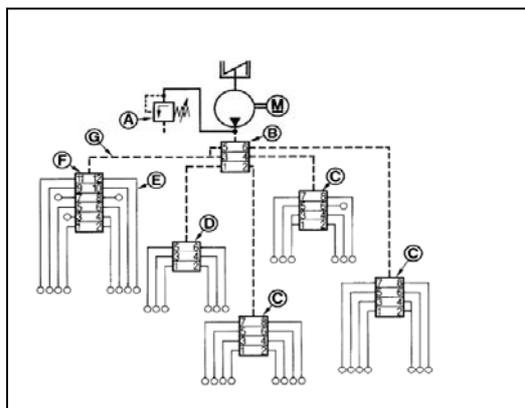

Рис.14 Прогрессивная система
- * Основной распределитель (B, Рис.14) и вспомогательные соединены между собой при помощи трубопровода высокого давления (G). Тем самым образуется принудительное соединение всех элементов с насосом в общую систему, которая называется прогрессивной системой смазки.